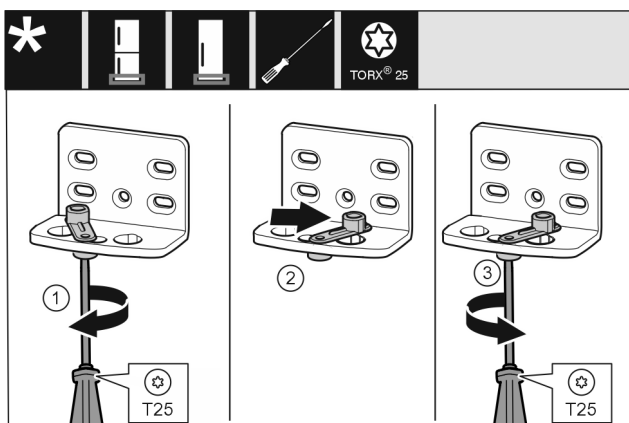

Fig. 14
- Afloje el tornillo Fig. 14 (1) con el destornillador.
- Levante el dispositivo de cierre de la puerta Fig. 14 (2) y gírelo 90° a la derecha hacia el orificio.
- Apriete el tornillo Fig. 14 (3) con el destornillador.